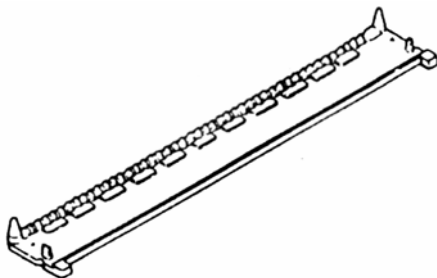

Рис. 6.4. Адаптер модулей MS² 4000-D и 4008-D.
6.1.6. В упаковку с модулями MS² 4000-D и MS² 4008-D входит адаптер (рис. 6.4), который необходимо заменить перед началом работы с новой упаковкой модулей. Адаптер предназначен для правильной фиксации частей модуля в сращивающей головке.